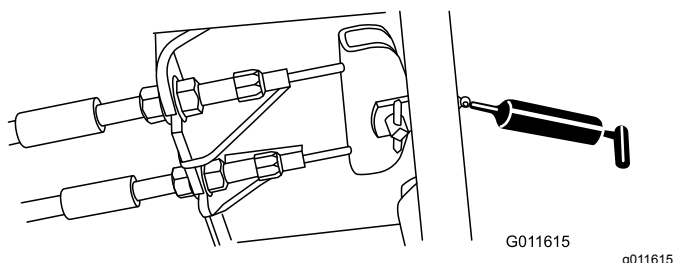

Figura 79
- Pedal de freno (1) (Figura 79)